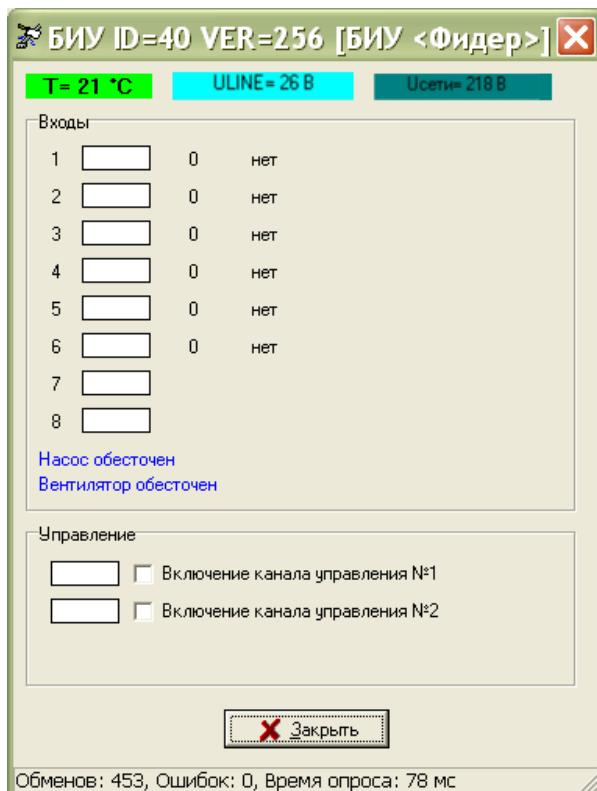

Рисунок 17
- 4) Выбрать найденный блок БИУ в таблице устройств и нажать кнопку «Тест». Откроется окно с параметрами блока (рисунок 17).
6) Проверить отображение отсутствия входных сигналов 1 – 8 «Нет» в поле «Входы». Снять галочки включения каналов управления в поле «Управление» (рисунок 17).